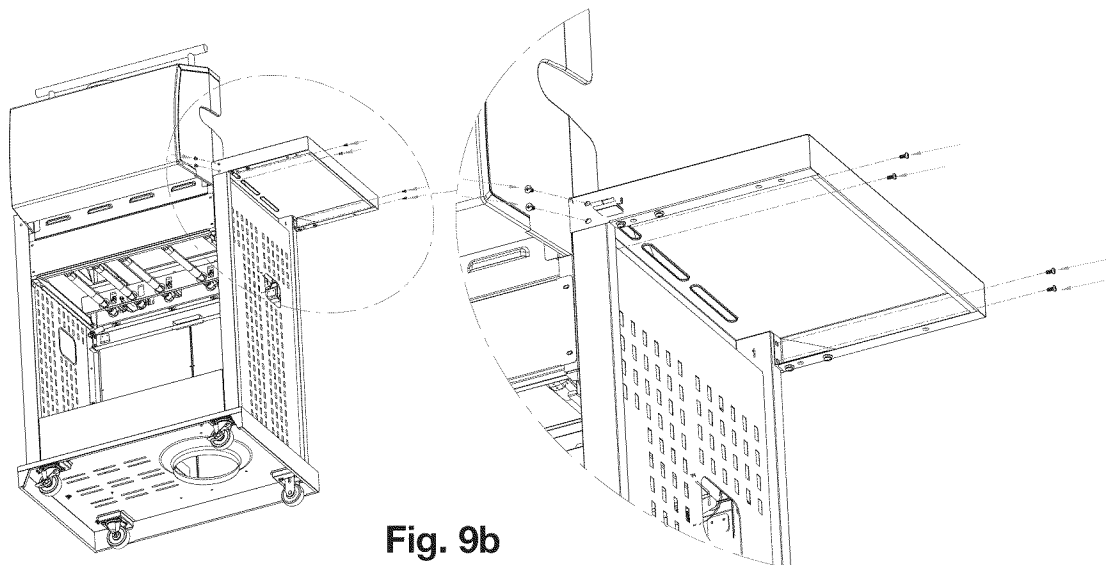

Fig. 9b
- Sujete el estante al panel lateral izquierdo de afuera hacia adentro de la cámara de combustión con cuatro (4) tornillos M5 x 10 como se indica en la **Fig. 9b**.
- Sujete el estante desde la parte trasera al panel lateral izquierdo con dos (2) tornillos M5 x 10 como se señala en la **Fig. 9b**.